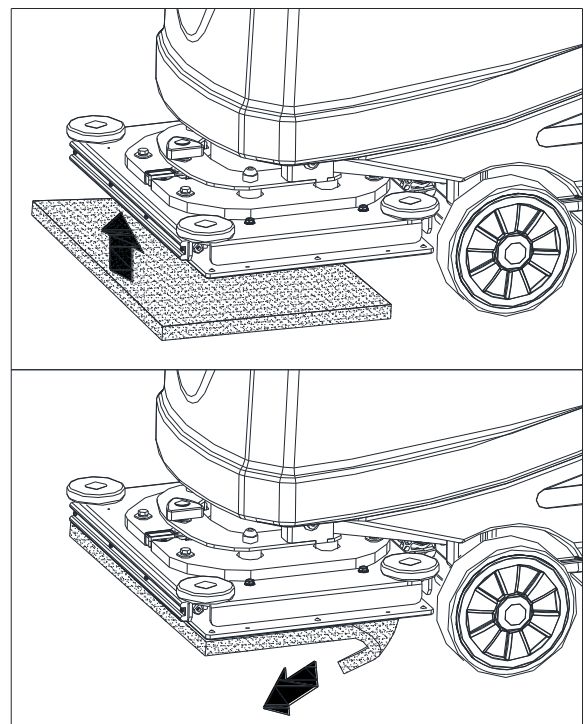

Figure 5.1
1. Das Deck durch Drücken des Schalters (46) anheben.
2. Das Pad installieren und deinstallieren (A, Abbildung 5.1)